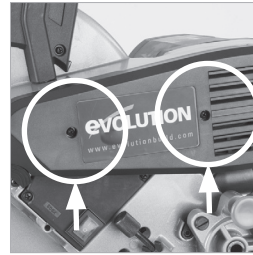

Abb. 46
- Um Zugang zum Getriebegehäuse zu erhalten, entfernen Sie die Kunststoffgehäusedeckel, indem Sie die zwei (2) Kreuzschlitzschrauben lösen, die sie festhalten. (Abb. 46)